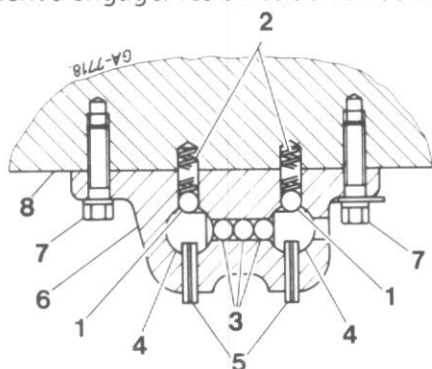
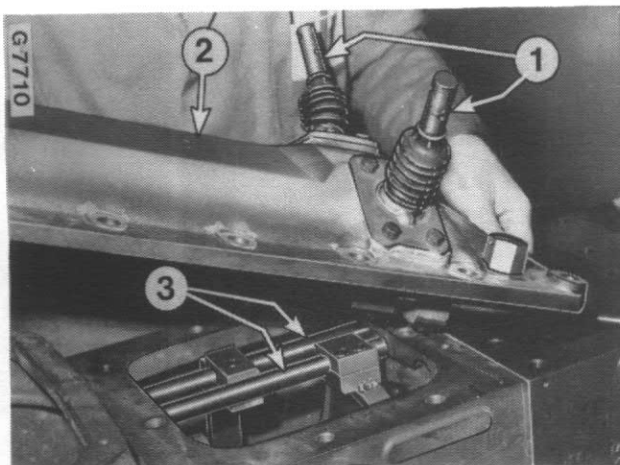
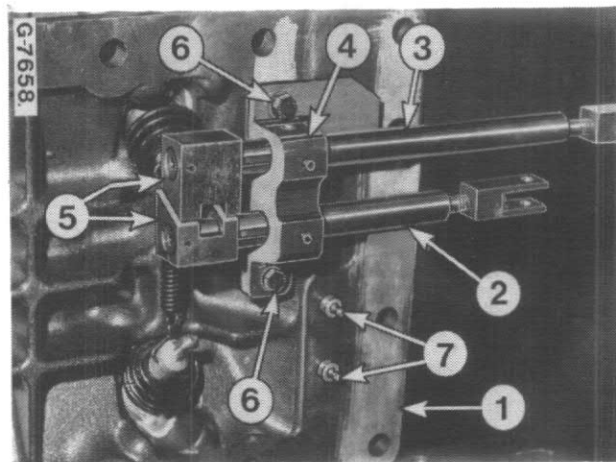

Figure 13
Figure 17
Figure 18
Les coulisseaux (4, Fig. 13) sont verrouillés dans leur position respective par des billes à ressort de tension (1 et 2), voir aussi Figure 23.
Trois billes de blocage (3, Fig. 13) sont situées dans le passage transversal du carter de transmission entre les coulisseaux (4), voyez également le Figure 23. Lors du déplacement d'un des coulisseaux, les billes de verrouillage sont poussées contre l'autre coulisseau le bloquant ainsi en position neutre. En plus de leurs encoches conventionnelles de position, les coulisseaux possèdent une encoche latérale où viennent s'engager les billes de verrouillage.
Placez les deux leviers de commande (1 fig. 17) en position neutre et déposez le couvercle de carter de transmission (2) de la façon illustrée. Dévissez le guide de coulisseau (4, Fig. 18) en prenant soin de ne pas égarer les billes de position. Retirez les blocs sélecteurs (5) et sortez, en les faisant glisser, les coulisseaux (2 et 3) en prenant soin de ne pas égarer les billes de position (1, Fig. 13).
Assemblez complètement les éléments du couvercle, coulisseaux compris, voyez la figure 18. Enduisez de Loctite les boulons (6) et serrez. Mettez en place le couvercle assemblé (1, Fig. 24) comme le montre la figure, en utilisant un joint neuf. Fixez l'ensemble à l'aide de deux boulons.